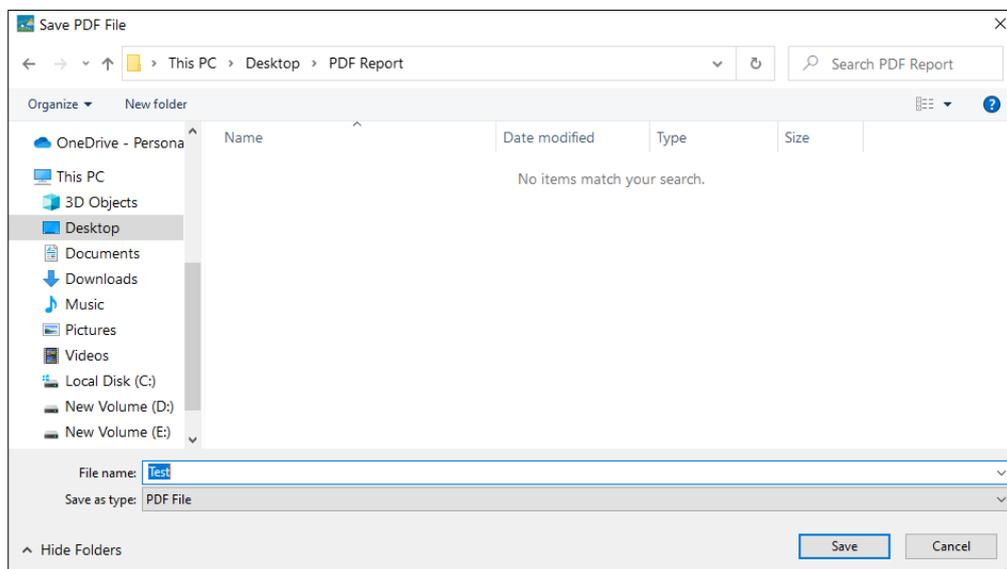

Figure17 Selecting file location for saving PDF report
- Enfin, sélectionnez le bouton "Générer un rapport" pour enregistrer le rapport PDF généré à l'emplacement de fichier approprié, comme illustré à la figure 17.